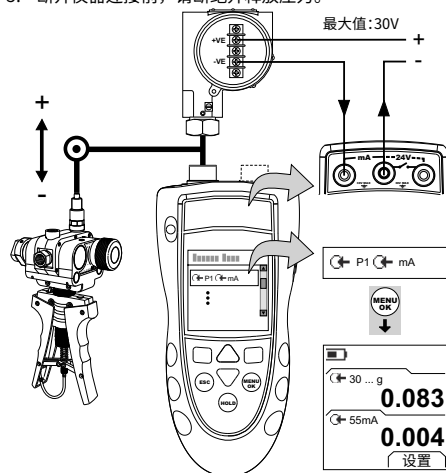
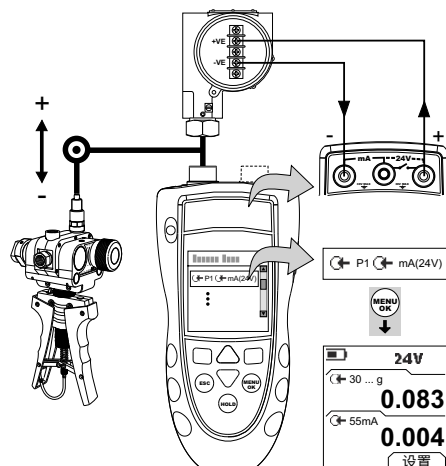

图 5：配置示例 — 带外部回路电源的变送器校准
图 6：配置示例 — 带内部回路电源的变送器校准
- 连接仪表（图 5 或图 6），如有必要，调整设定（表 1）。